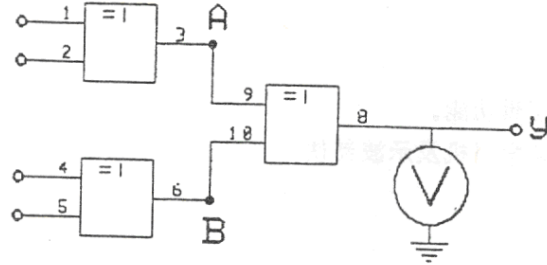

图 1.2
(1). 选二输入四异或门电路 74LS86, 按图 1.2 接线, 输入端 1、2、4、5 接电平开关, 输出端 A、B、Y 接电平显示发光二极管。